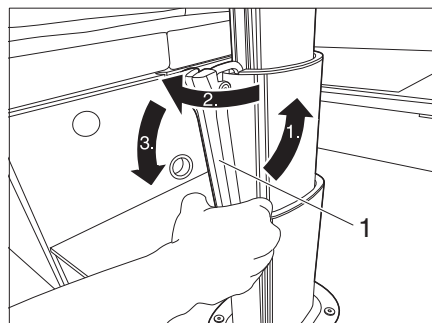

Bild 37 Tisch anheben
- Bügel (Bild 37, 1) nach oben drücken.